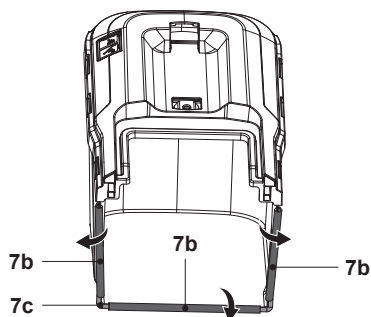

Fig. 5
- Attacher les trois clips en caoutchouc (7b) sur la tige de support (7c) du bac de ramassage (7) (Fig. 5).